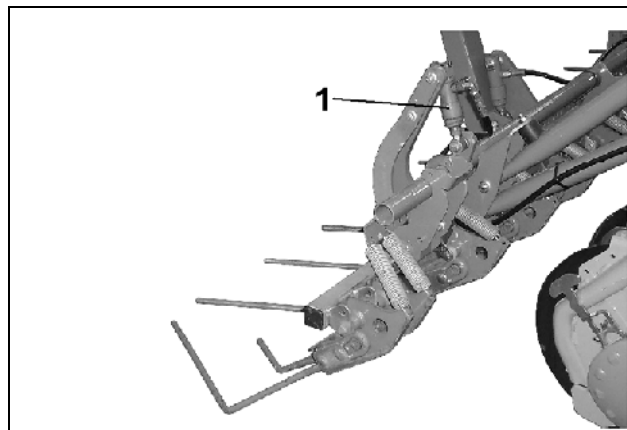
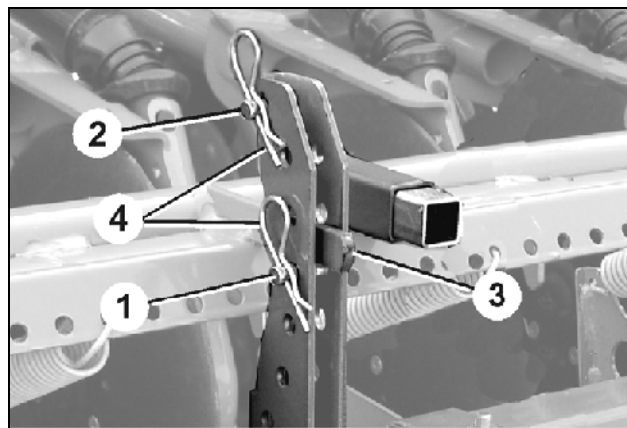

Fig. 99
Fig. 100
Quando si passa da un terreno normale ad un terreno duro e viceversa, la pressione dello strigliatore viene regolata da un cilindro idraulico (Fig. 99/1).
Inserire due bulloni (Fig. 100/1 e /2) come battuta d'arresto della leva (Fig. 100/3) nel segmento di regolazione. La leva, attivata dal cilindro idraulico, si trova sul bullone I (Fig. 99/1) quando il cilindro idraulico è senza pressione e sul bullone II (Fig. 100/2) quando il cilindro idraulico è in pressione.
- Azzerare la pressione del cilindro idraulico (Fig. 99/1).
- Inserire il bullone II (Fig. 100/2) in un foro sopra alla leva (Fig. 100/3) nel segmento di regolazione e fissarlo con una spina elastica (Fig. 100/4).
- Mettere in pressione il cilindro idraulico (Fig. 99/1).
Inserire il bullone I (Fig. 100/1) in un foro sotto alla leva (Fig. 100/3) nel segmento di regolazione e fissare con una spina elastica (Fig. 100/4).